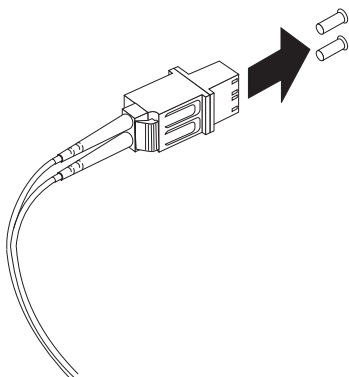

図 3-18. LC-SC ケーブル・アダプターの保護キャップの取り外し
3. 図 3-18 に示されているように、LC-SC ケーブル・アダプターの LC コネクター側の端から 2 つの保護キャップを取り外します。将来の利用のために、保護キャップを保管しておきます。